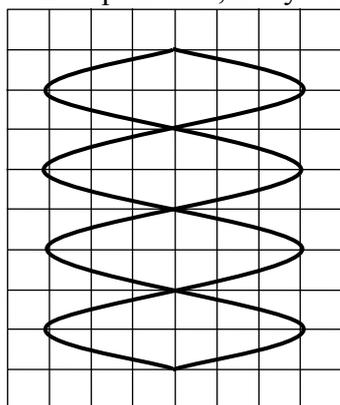

Рис. 6.
18. При измерении частоты синусоидального напряжения по методу фигур Лиссажу напряжение известной частоты было подано на вход Y, а известной – на вход X осциллографа. На экране возникла неподвижная фигура Лиссажу, показанная на рис. 6. Чему равна неизвестная частота f , если известная частота f_0 равна 100 Гц?